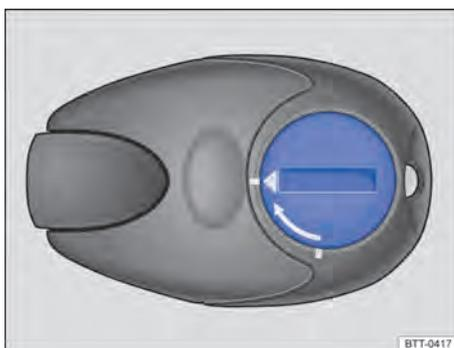

Fig. 191 Aquecimento estacionário: cobertura da bateria do controle remoto.
- Com um objeto plano e sem pontas, por exemplo, uma moeda, gire a ranhura no sentido contrário ao sentido da seta até a marcação para abrir a cobertura ⇒ Fig. 191.
- Colocar a bateria nova. Atentar para a polaridade correta e utilizar baterias do mesmo modelo ⇒ ①.